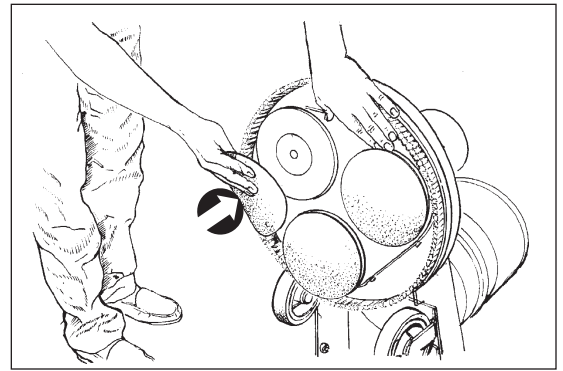

Figura 12
10. Instale o reemplace el papel de lija o la tela metálica y la almohadilla. El papel de lija, la tela metálica y la almohadilla se deben reemplazar si presentan grietas o si se han desgastado y desafilado. La almohadilla también se debe reemplazar si su espesor es inferior a 1/8". Para instalar o reemplazar el papel de lija, la tela metálica o la almohadilla: (Consulte la Figura 12)